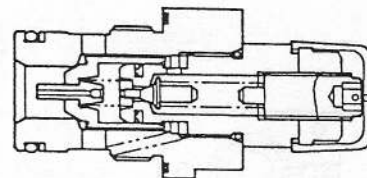

Fig. 5
2. Remove coupling ㉟. (Fig. 5)
2. カップリング㉟を抜きとる。(Fig. 5)